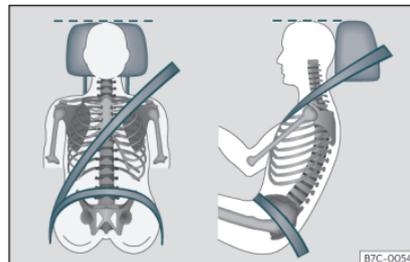

Fig. 3 Sangle bien ajustée et appuie-tête correctement réglé.
- Réglez l'appuie-tête de manière à ce que son bord supérieur soit, dans la mesure du possible, à la même hauteur que la partie supérieure de votre tête, et au moins à la hauteur de vos yeux. Gardez la nuque le plus près possible de l'appuie-tête »» fig. 3.